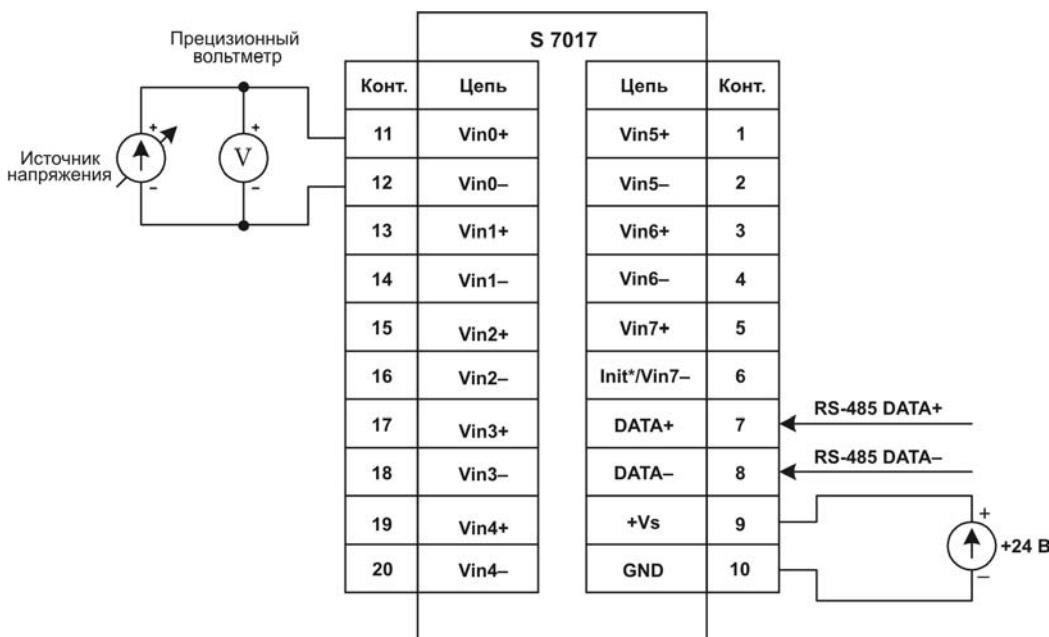

Рис. 21. Схема подключения модуля S7017 для проведения калибровки
- Произведите подключение модуля в соответствии со схемой, приведенной на рис. 21, подключив источник образцового напряжения ко входу канала 0.